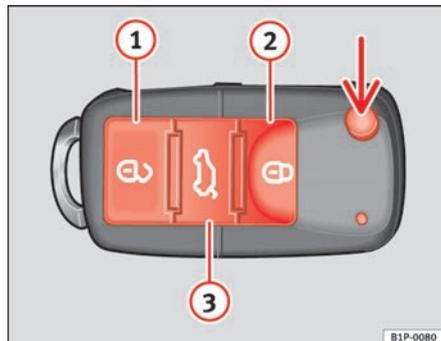

Fig. 63 Affectation des touches de la clé à radiocommande
La touche \Rightarrow fig. 63 (flèche) de la radiocommande permet de débloquer le panneton de la clé.
Déverrouillage du véhicule \Rightarrow fig. 63 ① . Les portes et le hayon arrière sont déverrouillés.
Verrouillage du véhicule \Rightarrow fig. 63 ② .
Déverrouillage du capot de coffre. Appuyez sur la touche \Rightarrow fig. 63 ③ jusqu'à ce que tous les clignotants du véhicule s'allument brièvement. Après avoir appuyé sur la touche de déverrouillage \Rightarrow fig. 63 ③ , vous disposez de 2 minutes pour ouvrir le coffre. Une fois ce temps écoulé, il se verrouillera de nouveau.
D'autre part, le témoin de la pile de la clé \Rightarrow fig. 63 clignotera.
⇒ page 106, fig. 63 depuis la serrure de la porte du conducteur.